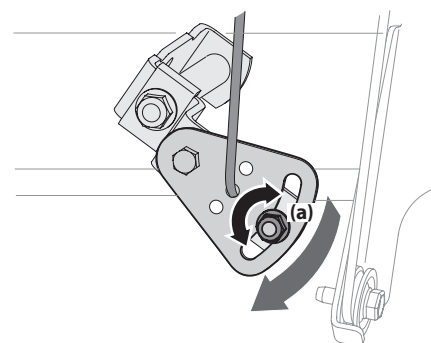

Figura 2-59
2. Afloje la tuerca hexagonal (a) del soporte de posicionamiento del cable de cambios. Consulte la Figura 2-59.